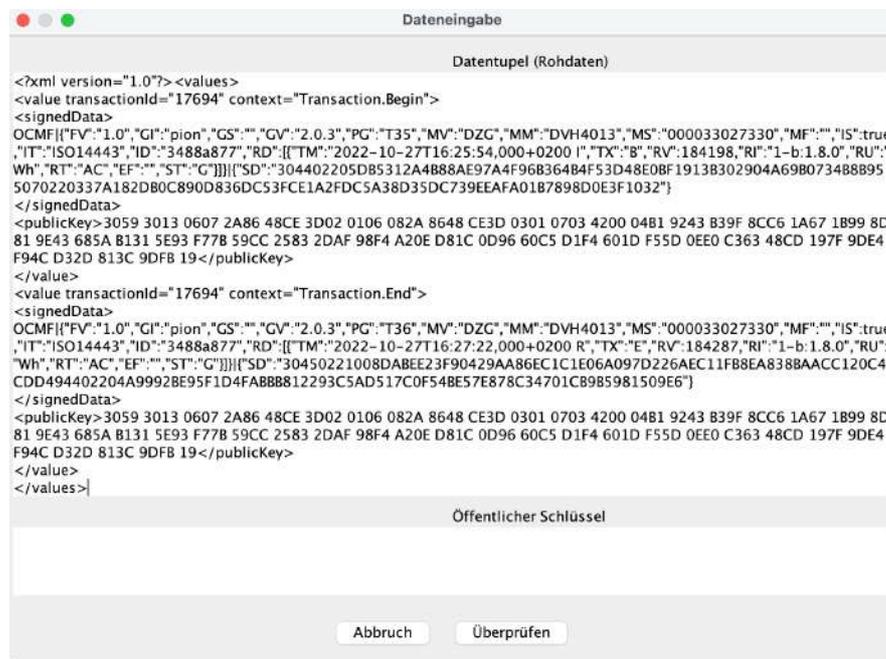

Abbildung 20: Eingabe Rohdaten
3. Die vom Abrechnungsdienstleister übermittelten Daten werden bei manueller Eingabe in das in Abbildung 20 dargestellte Feld kopiert.